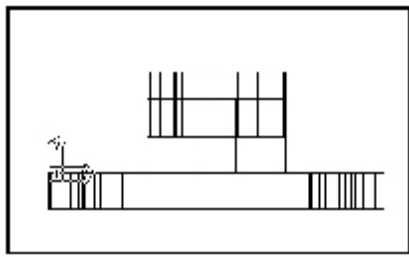

图 6-85 支架实体的前视图
**步骤五：**将光标移到左上角的视口内，双击左键，左上角的视口变成了模型空间，此时视口的边线变成粗线条。点击 View 工具条 Front 按钮，使左上角的视口变成前视图。点击 Zoom Real time 按钮将支架放大。如图 6-85 所示。